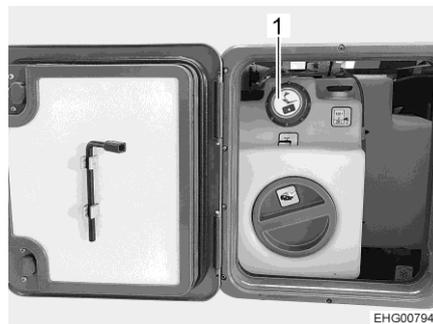

Fig. 66 Coperchio per bocchettone di riempimento dell'acqua potabile
- ▷ Il bocchettone di riempimento dell'acqua potabile (Fig. 66,1) è contrassegnato dal simbolo "☕".
- Svitare il coperchio del bocchettone di riempimento dell'acqua potabile (Fig. 66,1).
- Avvitare il coperchio sul bocchettone di riempimento dell'acqua potabile (Fig. 66,1).